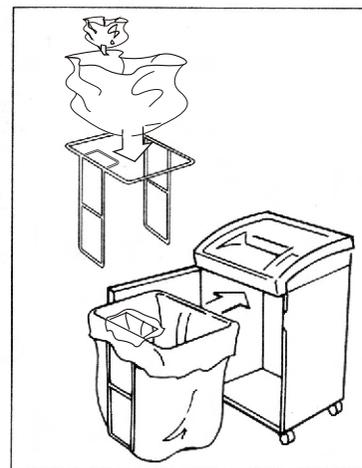

FIGURA 2.
**FIGURA 2.** Remover fuera del gabinete el sostenedor de alambre para bolsa. Colocar bolsa grande para desechos para papel y una pequeña para desechos de CD. Deslizar el sostenedor de alambre con las bolsas instaladas dentro del gabinete, luego cerrarlo.